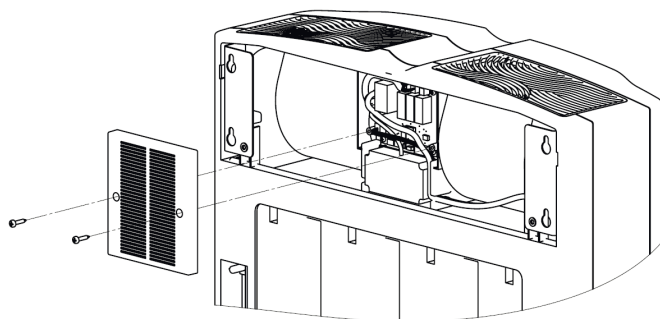

Рисунок 23. Крышка блока электрики
12. Открутите 2 винта, фиксирующие крышку блока электроники, и снимите ее (рисунок 23).